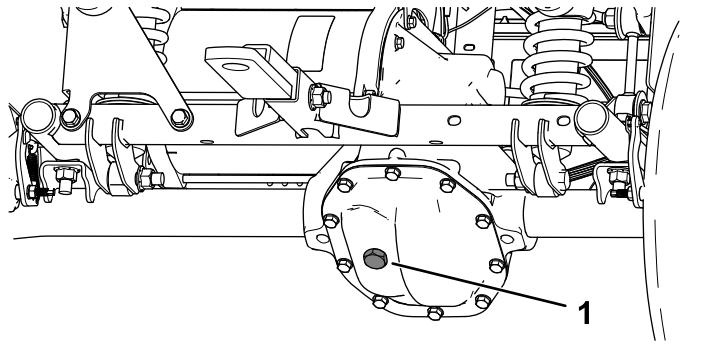

Figure 50
4. Enlevez le bouchon de remplissage de la boîte-pont (Figure 50).
- 5. Si le niveau de liquide est trop bas, enlevez le bouchon de remplissage et ajoutez le liquide spécifié jusqu'à ce qu'il ressorte par l'orifice (Figure 50).
4. Retirez le bouchon de remplissage de la boîte-pont et remplissez celle-ci avec le liquide spécifié jusqu'à ce qu'il ressorte par l'orifice de remplissage (Figure 50).